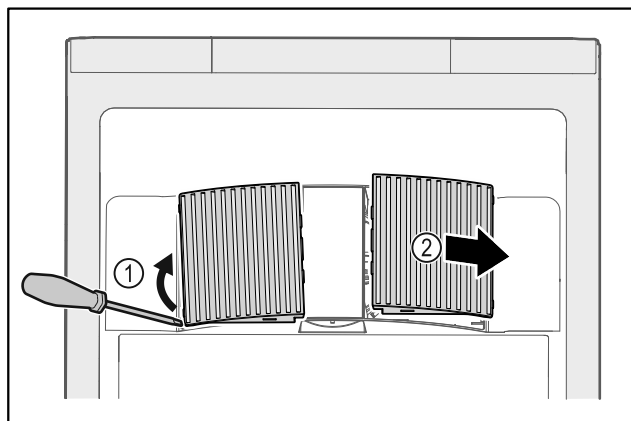

Fig. 173
- ▶ Lirk forsigtigt ventilatorafdækningerne ud fra siden Fig. 173 (1), og tag dem af forfra Fig. 173 (2).